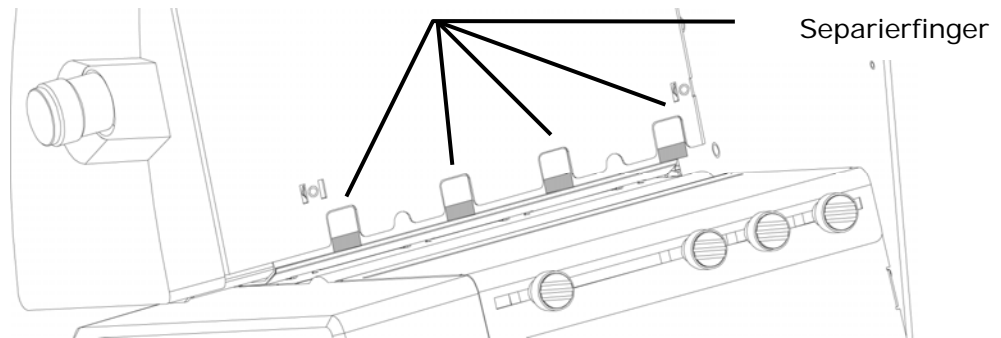

Abbildung 10: Separierfinger
- Entsperren Sie den Separierfeststellgriff (A), indem Sie ihn entgegen dem Uhrzeigersinn drehen.
- Stellen Sie bei Separierfeststellgriffe (B) auf die mittlere Position ein. Die mittlere Position wird durch die beiden Pfeile gekennzeichnet (▶ ###).
- Heben Sie die gesamte Separation an, indem Sie den Separierfeststellgriff (A) nach oben ziehen.
- In Abhängigkeit vom verwendeten Medium legen Sie ein oder zwei Stück unter alle vier Separierfinger (siehe Abbildung 10).